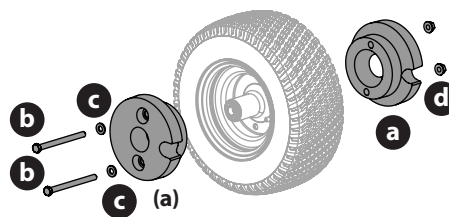

Figure 54
2. Retirez les deux masses de 11,5 kg (25 livres) (a) sur chaque pneu en enlevant les deux vis hexagonales (b), les rondelles plates (c) et les contre-écrous à embase (d) qui les fixent aux jantes (Figure 54).